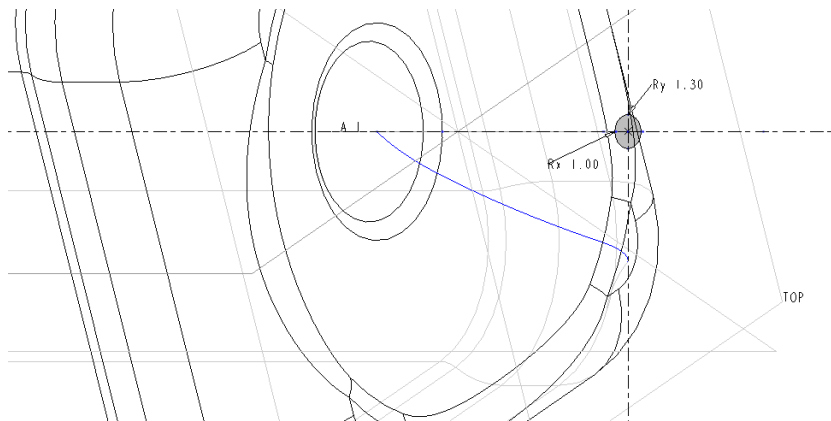

图 13-73 绘制扫描横截面
- 5 单击“中心和轴椭圆”按钮绘制一个椭圆，并单击“尺寸”按钮标注其长轴半径和短轴半径尺寸，如图 13-73 所示，单击“确定”按钮.